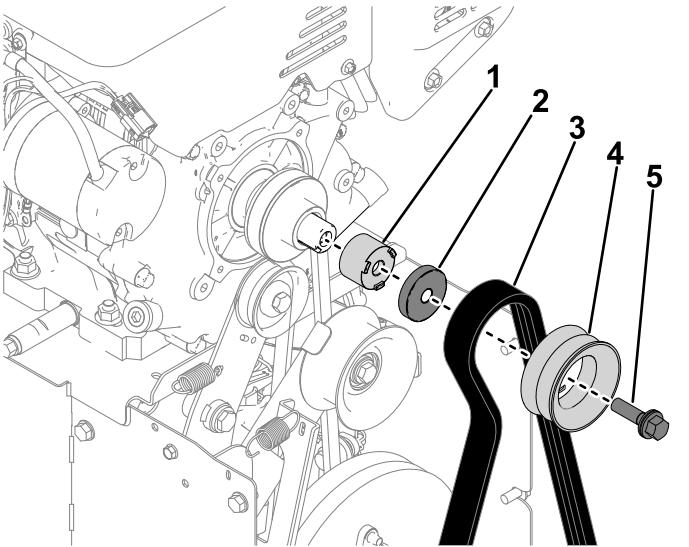

Bild 22
2. Befestigen Sie die Distanzscheibe, den Riemscheibenträger, die Laufradscheibe und den Räumwerkriemen an der Welle an (Bild 22).
4. Montieren Sie die Schraube (7/16" x 1 3/4") an der Laufradscheibe (Bild 22). Ziehen Sie die Schraube bis auf ein Drehmoment von 13,6–18,1 N·m an.